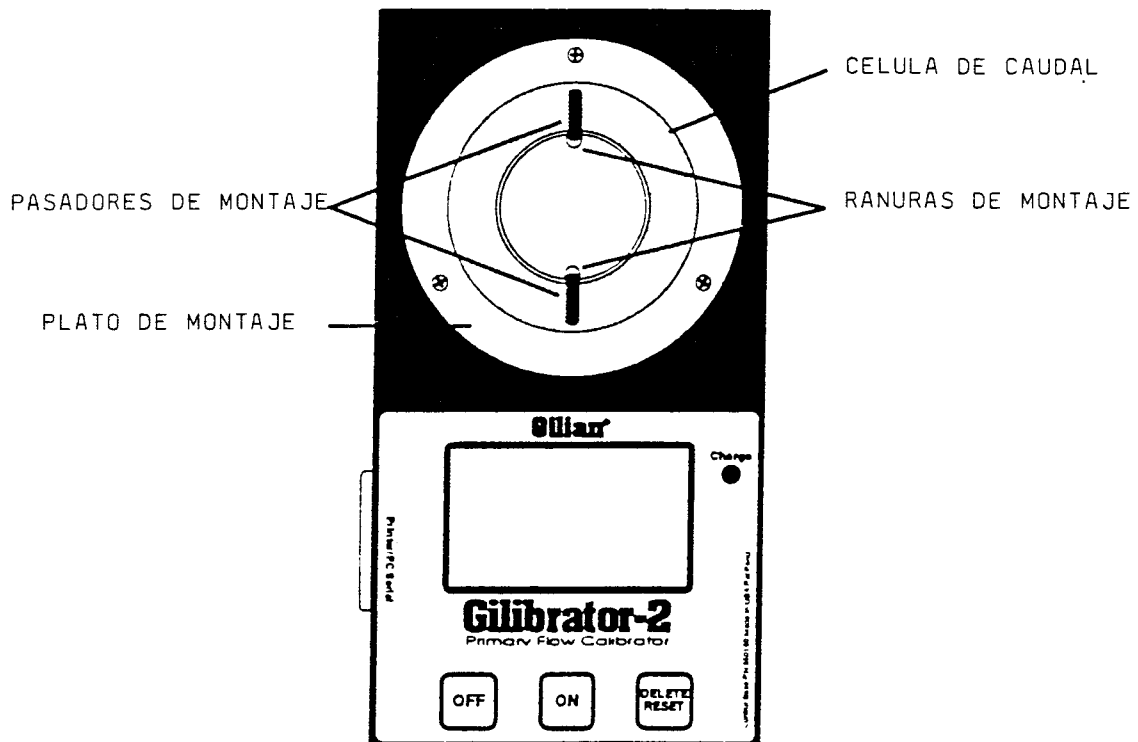

FIGURA 3.3
5. Alinear los Pasadores de Montaje de la Célula de Caudal con las Ranuras de Montaje en el Plato de Montaje (ver Figura 3.3). Si el alineamiento es correcto, la parte inferior de la Célula de Caudal deberá quedar al ras con el Plato de Montaje.